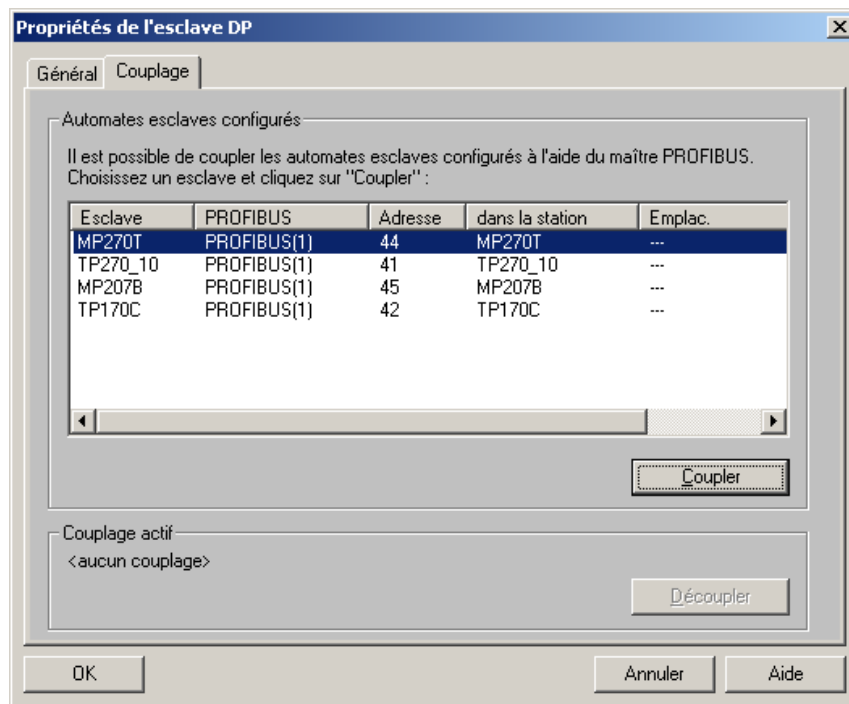

Figure 6-14 Couplage des stations esclave
5. Déplacez le groupe de pupitres par Drag & Drop sur le système DP maître. Vous trouverez dans la fenêtre *Propriétés - DP-Slave* une liste de tous les pupitres de contrôle-commande configurables dans ce réseau. Sélectionnez le pupitre correspondant. Dans l'exemple choisi, il s'agit de TP270-10" avec l'adresse 41 – voir la figure 6-14.